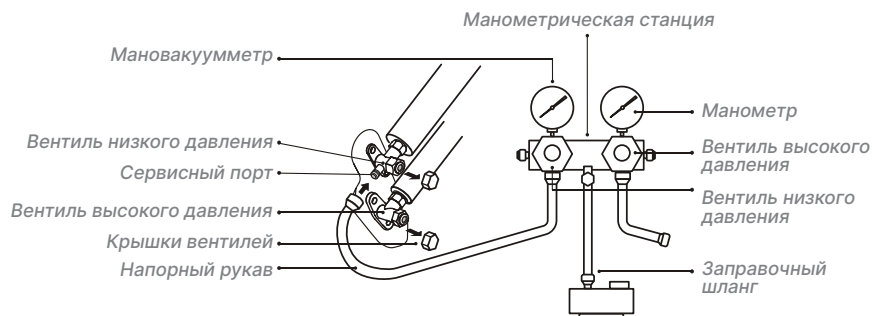

Рисунок 20 — Вакуумирование
- Подсоедините заправочный шланг от манометра к вакуумному насосу (рисунок 20).